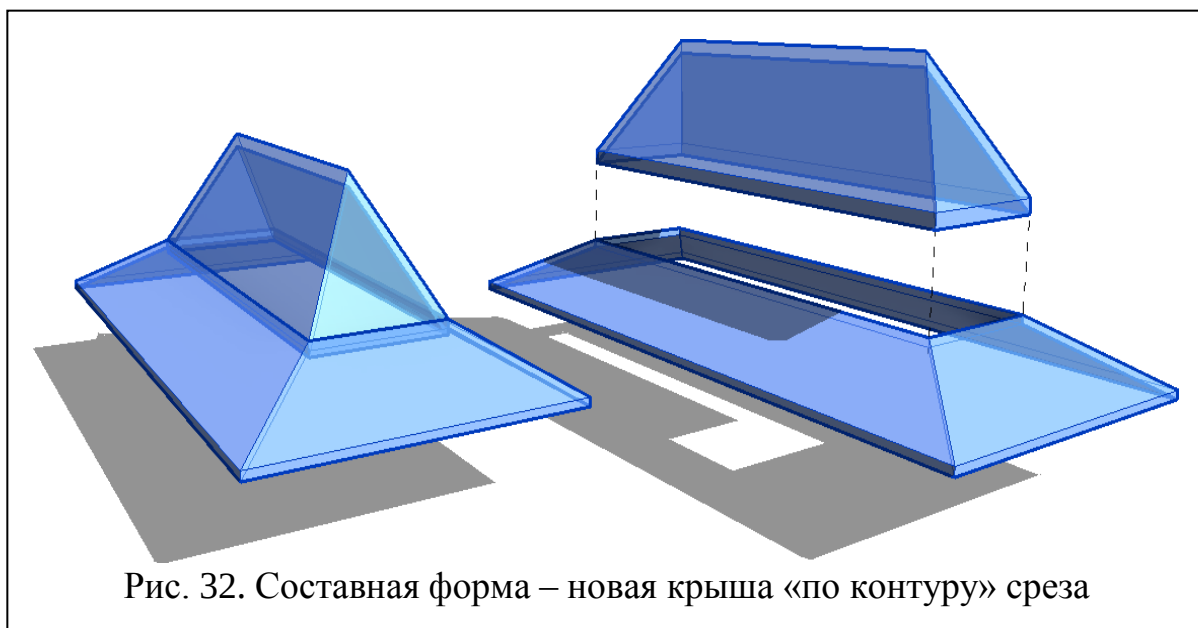

Рис. 32. Составная форма – новая крыша «по контуру» среза
альной обрезки верхней части (*палитра «Свойств», раздел «Зависимости», параметры «Уровень/Смещение среза»*). Такой срез может использоваться для формирования составных форм крыш, имеющих переменный угол ската на разной высоте (например, мансардная форма) или остекленный участок крыши (верх). В этих случаях на уровне среза, по его границе, строится новая крыша (рис. 32).
-  На основе составной формы (рис. 32). Поверх горизонтального среза крыши с одним уклоном построить контур с другим уклоном.